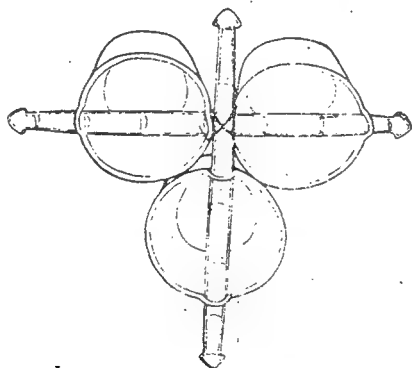

图 7
3. 行军锅三角浮筏。做法：将三个行军锅放成三角形，锅耳相对并用绳子连结，把要运载的东西放在锅内，再用三件雨衣分别罩在三个锅口上，用绳子捆紧，然后用二条扁担把行军锅固定（图 7）。其浮力约 60 公斤。